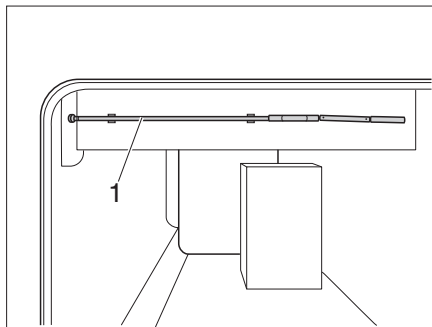

Fig. 150 Manivela para el ajuste de la altura
- Tomar la manivela (Fig. 150,1) fuera del soporte.